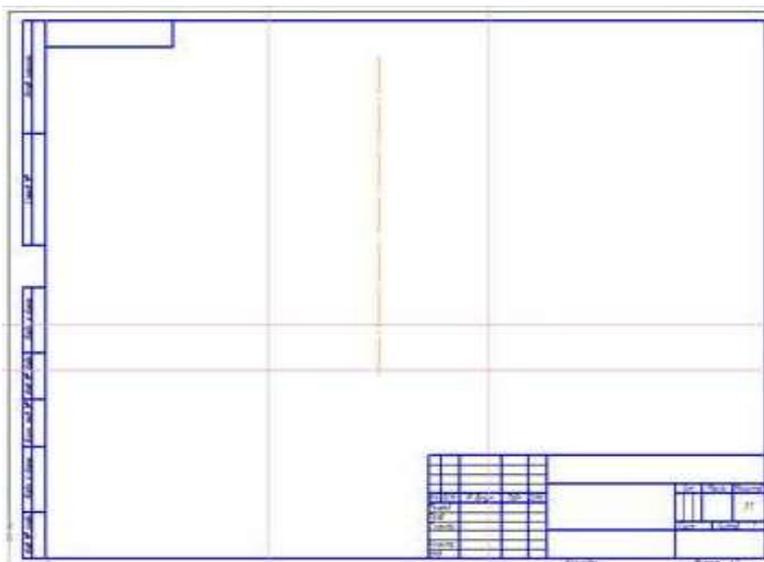

Рисунок 3.6 – Создание горизонтальной параллельной прямой
6. Выберите инструмент **Параллельная прямая** и проведите одну прямую на 24 мм ниже. Нажмите **Создать Объект**, а затем **Стоп** (рисунок 3.6).